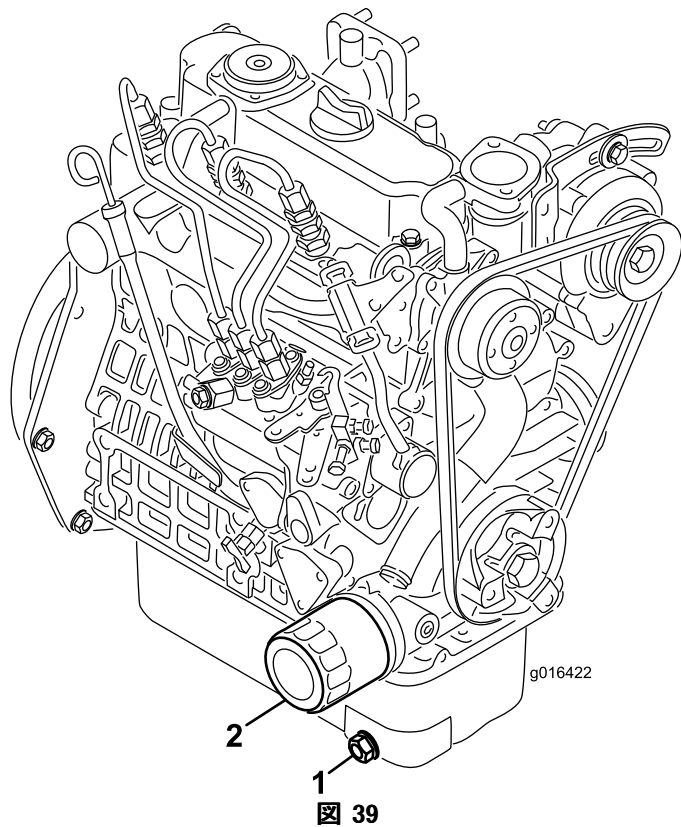

図 39
1. ドレンプラグ(図 39)を外してオイルを容器に受ける。オイルが抜けたらドレンプラグを取り付ける。